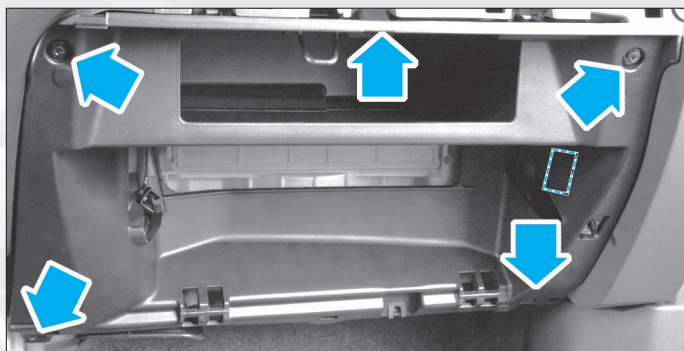

FIG.40
- Déposer les 5 vis maintenant le panneau de finition inférieur côté passager (Fig.40).